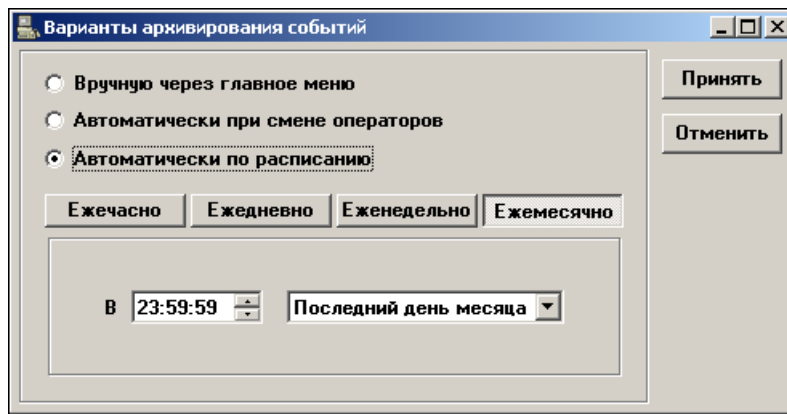

Рисунок 25.
- ежемесячно в определённый день месяца в определённое время (рисунок 25).